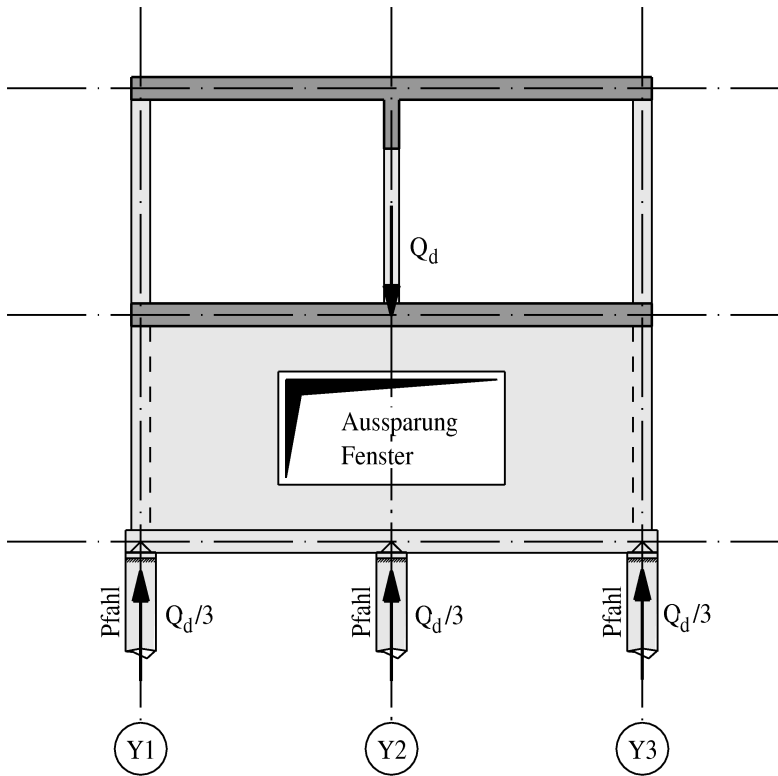

Bild 4.9 Schnitt A-A
- Für die Bewehrungsskizze in Aufgabe 4a) darf der Schnitt in Bild 4.9 resp. 4.10 verwendet werden.